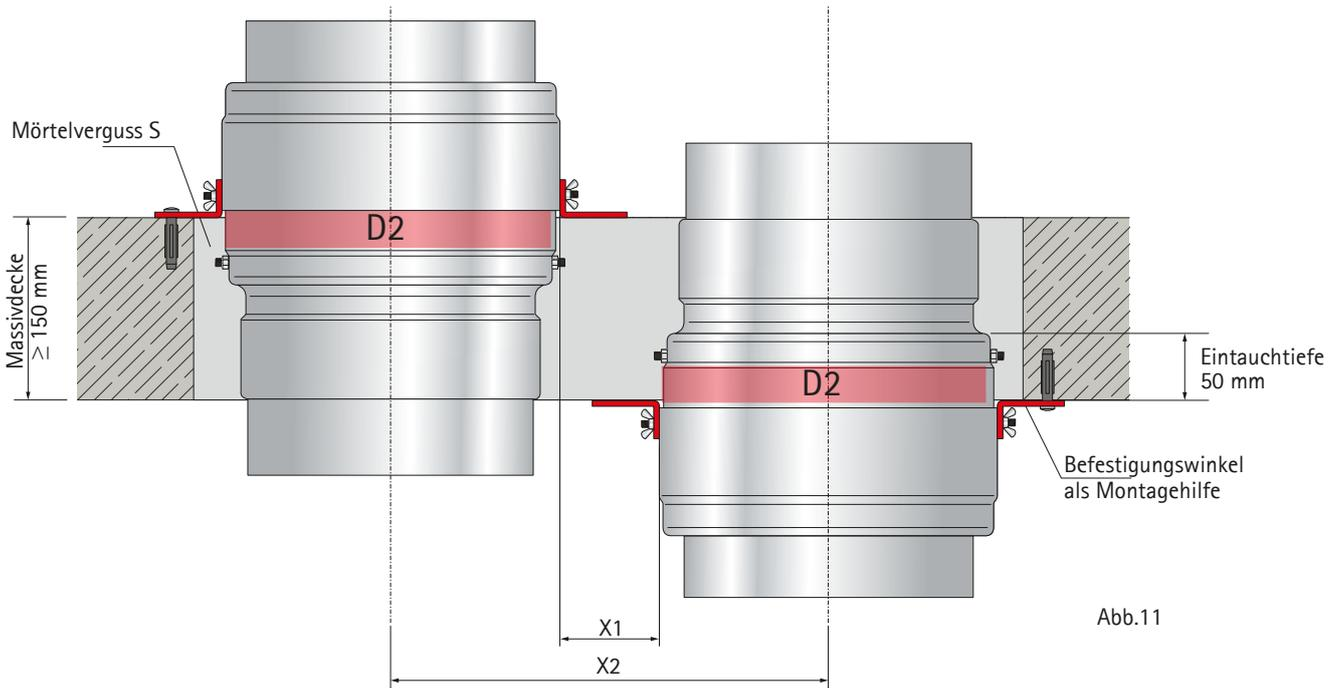
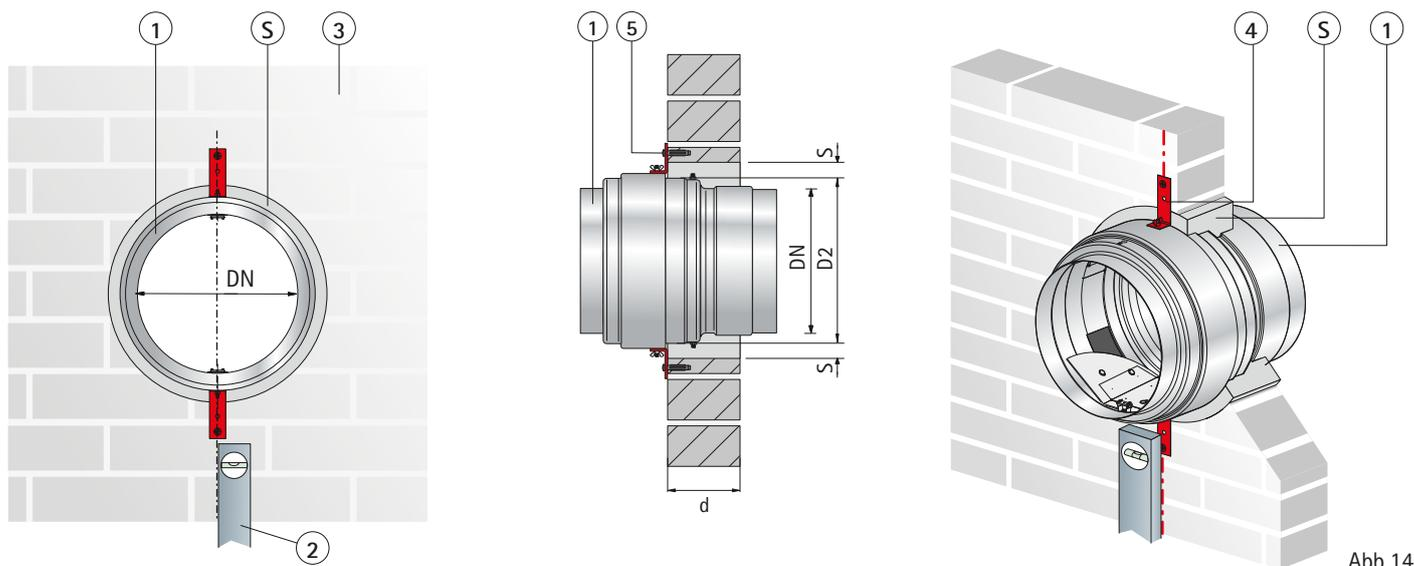

Abb.11
Abb.14
- Absperrvorrichtung WFK-M-LüAR mit dem Befestigungswinkel bei Einbau auf der Geschosdecke bündig auf der Oberkante der Decke positionieren, bei Einbau unter der Geschosdecke, Befestigungswinkel bündig auf der Unterkante der Decke positionieren (Abb.11, Seite 8). Verschraubung bei Bedarf
- Einbauöffnung durch Kernbohrung oder Durchbruch herstellen (Abb.11, Seite 8)
- Absperrvorrichtung WFK-M-LüAR mit dem Befestigungswinkel bei Einbau auf der Geschosdecke bündig auf der Oberkante der Decke positionieren, bei Einbau unter der Geschosdecke, Befestigungswinkel bündig auf der Unterkante der Decke positionieren (Abb.11, Seite 8). Verschraubung bei Bedarf. Wand - / Deckenbündiger Schenkel kann bei Platzmangel gekürzt werden
Befestigungswinkel müssen bündig (Abb.11; Abb.14, ②) mit der Wand abschließen, Verschraubung bei Bedarf
Befestigungswinkel müssen bündig (Abb.11; Abb.14, ②) mit der Wand abschließen, Verschraubung bei Bedarf.